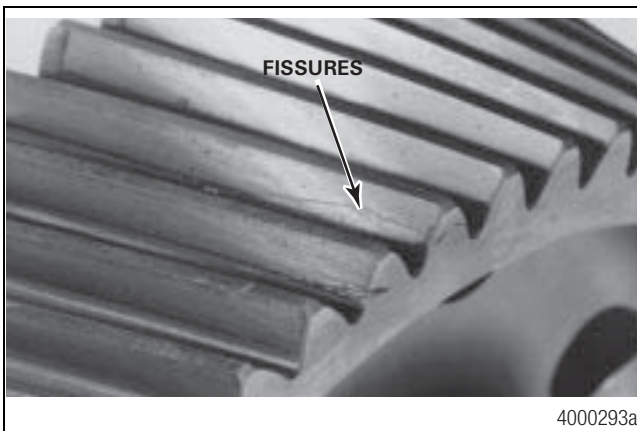

Figure 5.6
- Fissures dans le creux ou sur le flanc des dents. Figure 5.6.